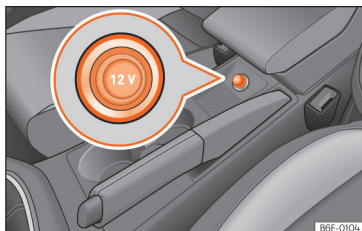

Abb. 135 Steckdose vorne.
- Ziehen Sie den Stecker in der Mittelkonsole aus der Steckdose heraus »» **Abb. 135**.